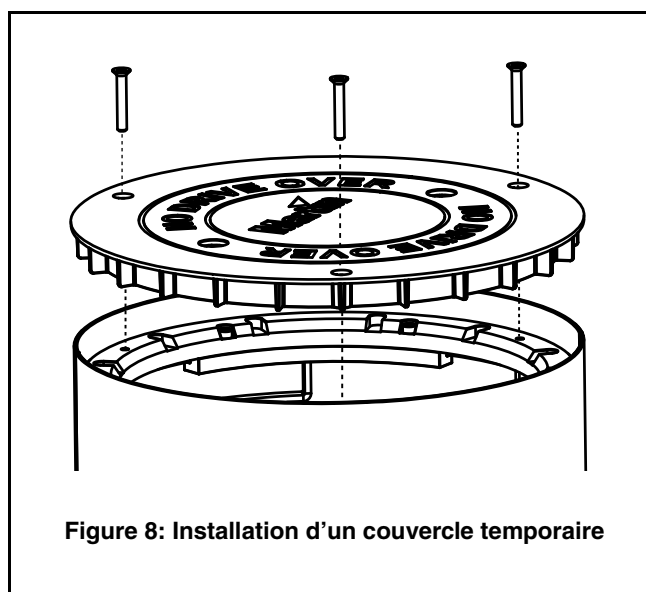

Figure 8: Installation d'un couvercle temporaire
1. Voir Figure 8. Après avoir installé le support, vissez le modèle de couvercle choisi sur le haut du support avec trois vis M6.